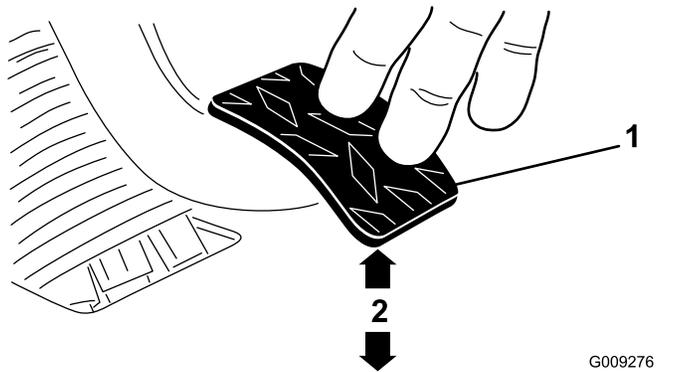

図 71
3. ジャムナットまたはボールジョイントを調整する 1.8kgの力でクラッチペダルを踏んだ時にペダルの裏面の下端が床のダイヤモンド柄の頂部から 9.29.8cm になるようにする 図 71。